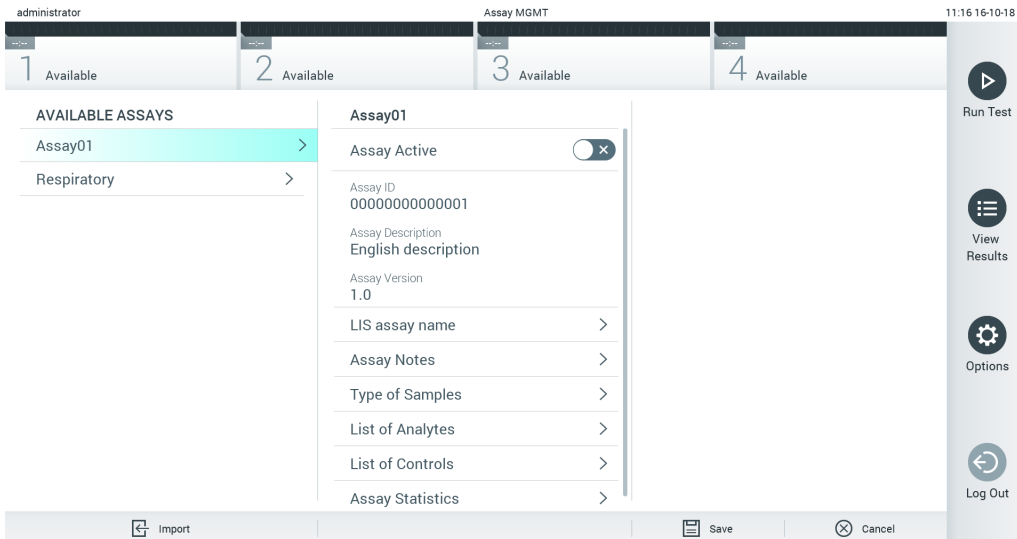

图 59. Assay Management (检测管理) 屏幕。
2. 如要将新检测导入 QIAstat-Dx Analyzer 1.0，请按下 **Options**（选项）按钮，然后按下 **Assay Management**（检测管理）按钮。显示屏的内容区域会出现 **Assay Management**（检测管理）屏幕（下一页图 59）。